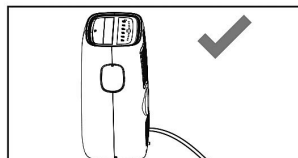
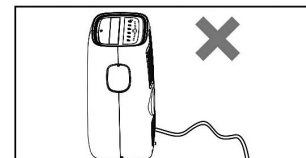

Fig. 19
Fig. 20
- Asegúrese de que la altura del desagüe y la sección de la manguera de desagüe no sea superior a la de la salida de desagüe, o el drenaje continuo podría no funcionar correctamente. (Fig. 19 y Fig. 20).